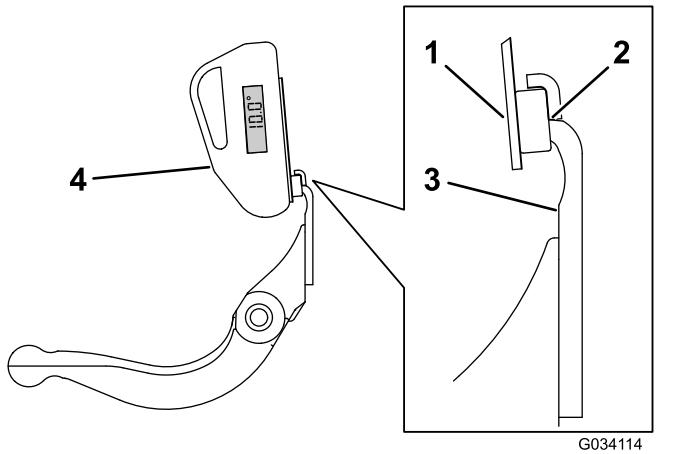

図 33
3. 傾斜計マウントのマグネットのエッジがベッドナイフのエッジに密着するように、ベッドナイフのエッジに傾斜計マウントをセットする図 33。
4. 図 33に示すようにマウントに傾斜計を取り付ける。